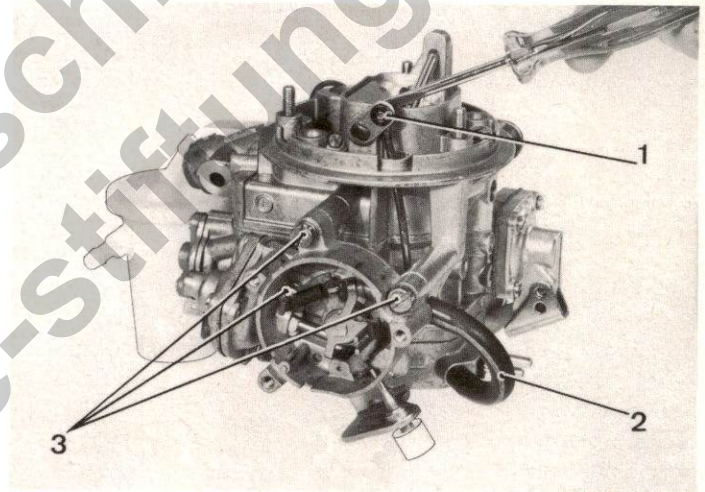

Abb. 13
- Mit Hilfe eines Schraubendrehers die Kunststoffbuchse des **Startergestänges** (**Abb. 13**) herausnehmen, die drei **Befestigungsschrauben der Starterbaugruppe** abschrauben und den **Pulldown-Unterdruckschlauch** (flanschseitig) abziehen.